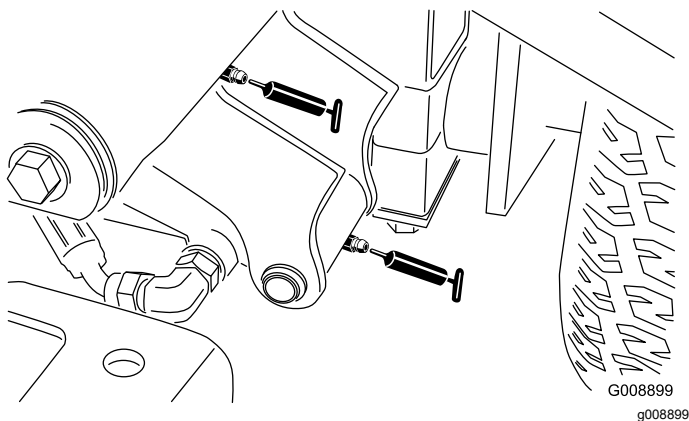

Bild 38
- 2 linke vordere Hubarm-Drehbüchsen und Hubzylinder (**Bild 38**)